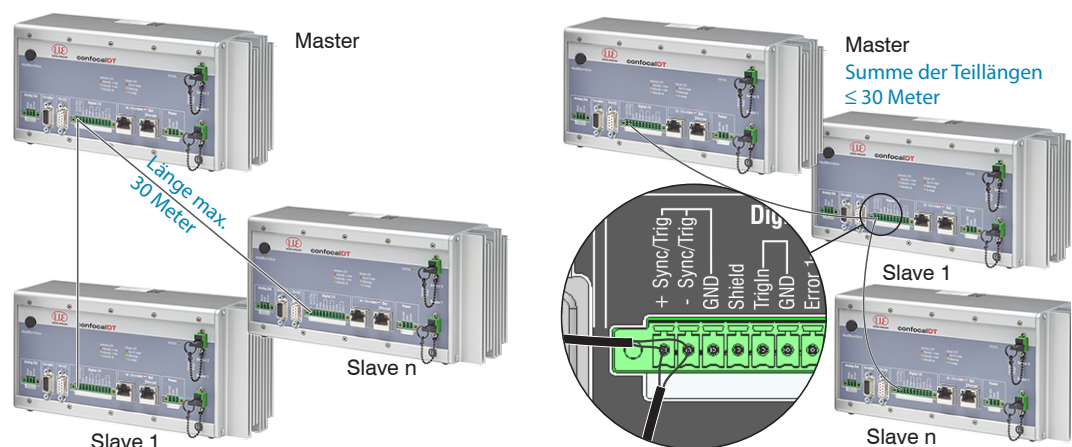

Abb. 17 Synchronisierung mehrerer Controller, links sternförmig, rechts verkettet
- ➡ Verbinden Sie die Pins +Sync/Trig und -Sync/Trig von Controller 1 (Master) sternförmig mit den Pins +Sync/Trig und -Sync/Trig von Controller 2 (Slave) bis Controller n, um zwei oder mehrere Controller miteinander zu synchronisieren, siehe Abb. 17
- ➡ Verbinden Sie die Pins +Sync/Trig und -Sync/Trig von Controller 1 (Master) mit den Pins +Sync/Trig und -Sync/Trig von Controller 2 (Slave 1). Verbinden Sie die Pins nachfolgender Controller, um zwei oder mehrere Controller miteinander zu synchronisieren, siehe Abb. 17